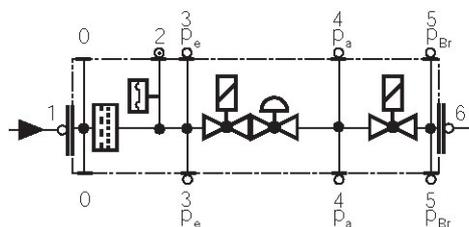

Fig. 43
- Cambiar el filtro cuando  $\Delta p$  entre las tomas de presión 1 y 3 sea  $> 10$  mbar (Fig. 43).
- Cambiar el filtro cuando  $\Delta p$  entre las tomas de presión 1 y 3 (Fig. 43) sea dos veces mayor que el valor registrado durante el último control.